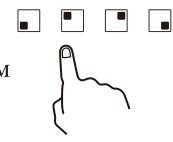

рис. 2
- Нажмите кнопку выбора конфорки (рис. 2), которую вы хотите использовать.
- Выберите конфорку (рис. 2) и уровень нагрева (рис. 3).